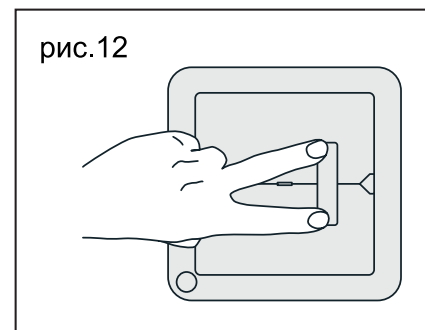

рис.12
1. Для входа в Режим обучения нажмите и удерживайте одновременно клавиши “Восход” и “Закат” (рис.12), при этом индикаторы начнут часто мигать. Приблизительно через 3 секунды раздастся звуковой сигнал, и индикаторы начнут мигать двойными вспышками поочередно. Отпустите клавиши. *Регулятор* в Режиме обучения.